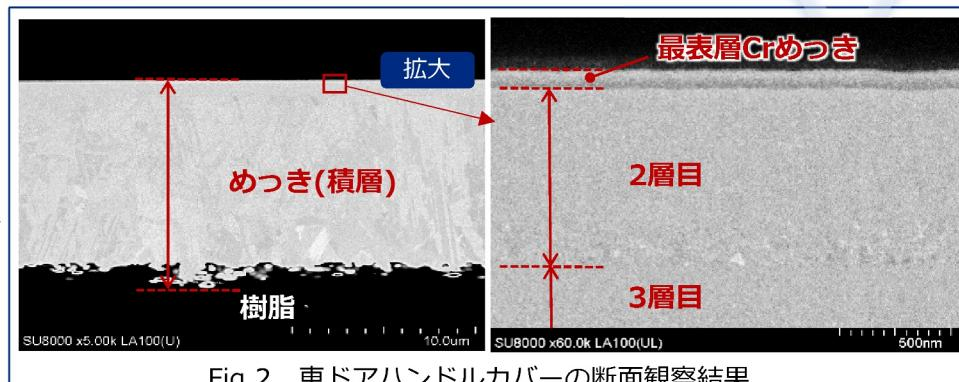

Fig.2 車ドアハンドルカバーの断面観察結果
■ めっき部分についてイオンミリングにより断面を作製し、めっきの厚みを計測した結果、全めっき厚は11~12μm程度、最表層の薄いめっき(クロム)は85nm程度、その下2層目のめっきは850nm程度であることがわかりました (Fig.2[SEM観察時倍率×5K、60K])。